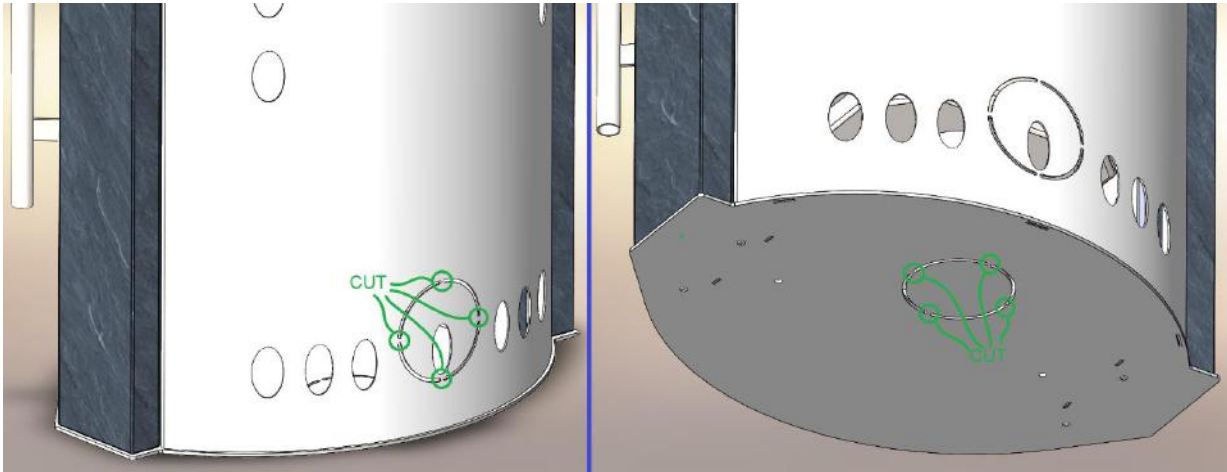

Abbildung 3 Schneiden von Mikrofugen für die Außenluftzufuhr an der Rückseite / am Boden
4. Abbildung 3 Schneiden der Mikrofugen für die Außenluftzufuhr an der Rückseite/am Boden	Seite 5